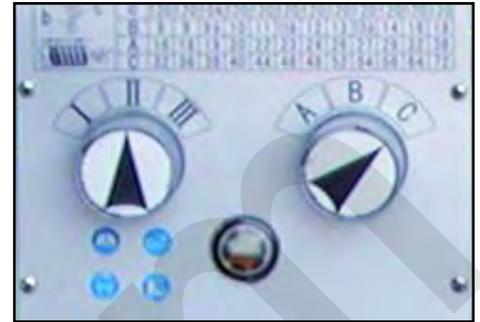

Figura 20 – Manopole avanzamenti.
A tal proposito, utilizzare le manopole contrassegnate da cifre romane (a sinistra in Figura 20) e da lettere (a destra in Figura 20) per la selezione dei passi di avanzamento.
2. Posizionare le manopole degli avanzamenti come indicato nel paragrafo 9.2.1 (Figura 20).